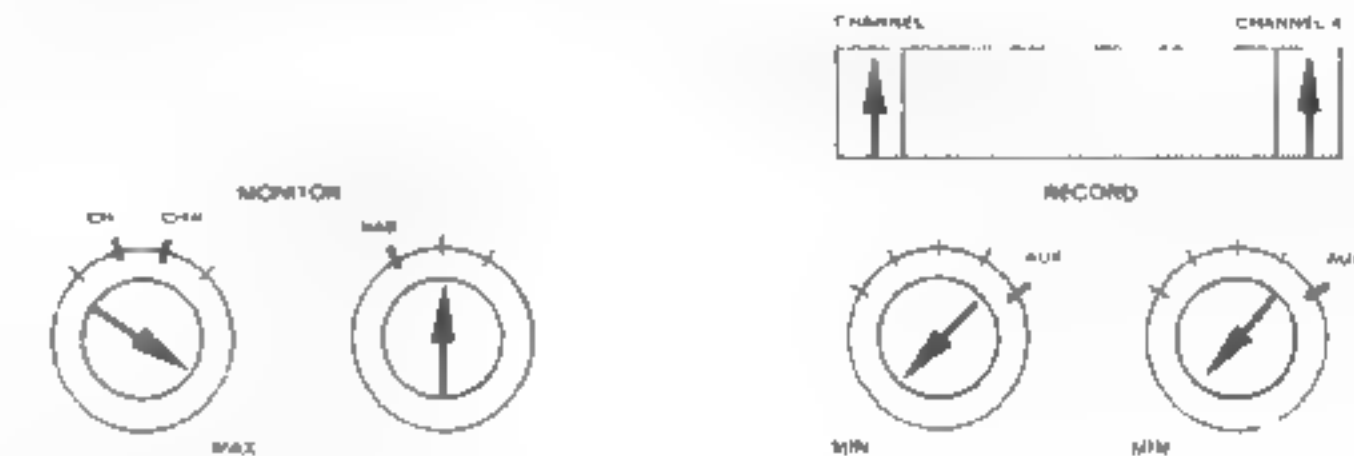

Fig. 6.3-58
- Set controls per fig. 6.3-58.